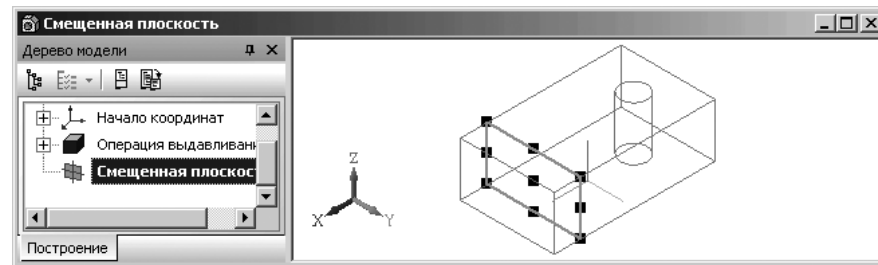

Рис. 8.3. Результат построения смещенной плоскости
- щелкните по плоскости, относительно которой должна быть построена **Смещенная плоскость** – передняя плоскость детали. Появится фантом **Смещенной плоскости**. Пример такого состояния показан на рис. 8.3;